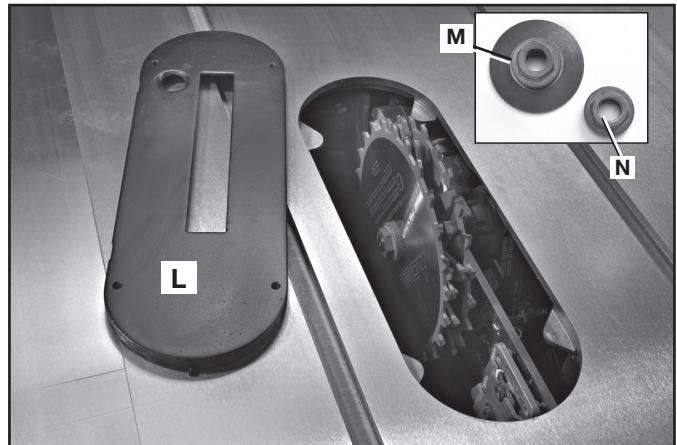

FIG. 65
ATTENTION : L'insert de table pour l'ensemble à rainurer accessoire (L) Fig. 65 doit être utilisé au lieu de l'insert de table standard. Soyez sûr que l'insertion est de niveau avec la table avant la marche à suivre.
REMARQUE : Le module d'écrou à embase d'arbre extérieur standard (M) fig. 65 ne peut pas servir avec les ensembles de lames à rainurer. Un écrou d'arbre spécial (N) est compris avec la scie Unisaw en vue des applications de rainurage. Serrer cet écrou d'arbre contre l'ensemble de lames à rainurer. **Ne pas jeter l'écrou à embase d'arbre extérieur. Il sera nécessaire pour fixer de nouveau la lame standard sur l'arbre.**
4. Fixer l'ensemble à rainure à l'arbre de la scie au moyen de l'écrou d'arbre (N) fig. 65.
REMARQUE : le module d'écrou à embase d'arbre extérieur standard (M) fig. 65 ne peut pas servir avec les fraises à moulurer. Un écrou d'arbre (N) est compris avec la scie Unisaw en vue de telles applications. Serrer l'écrou d'arbre contre la fraise à moulurer. **Ne pas jeter l'écrou à embase d'arbre extérieur. Il sera nécessaire pour fixer de nouveau la lame standard sur l'arbre.**